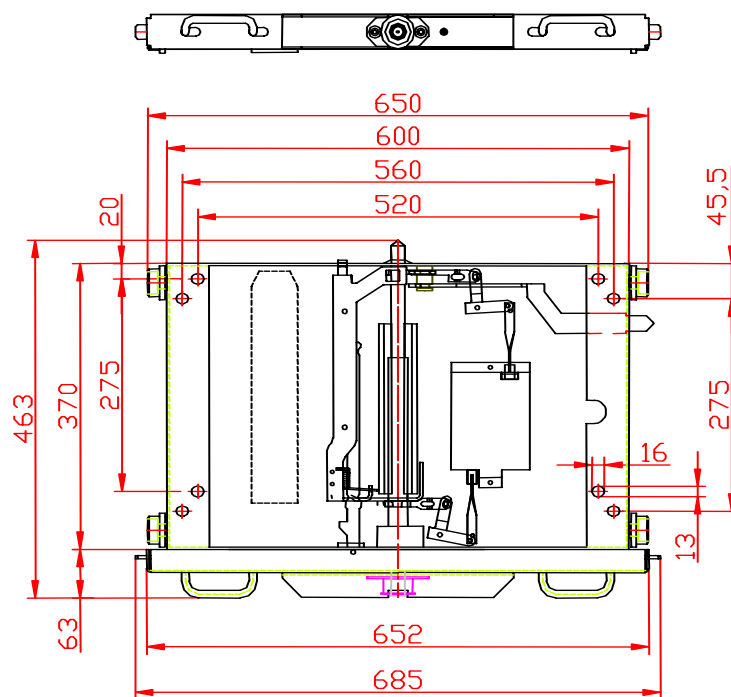

Рис. 7
- DPC-4A-800 - кассетное основание для КРУ с шириной фасада 750 – 800 мм (см. Рис.7), предназначенное для выключателей с межфазным расстоянием 200 мм.